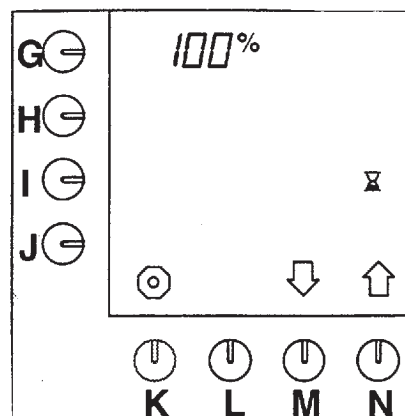

Рис.35 Временная пауза 100%
- Нажмите кнопку **N**  до появления на экране рис.35